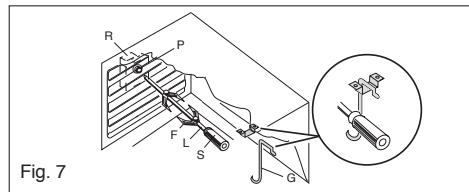

Fig. 7
- Enfiler le poulet ou la pièce à rôtir sur la broche L en prenant bien soin de l'immobiliser entre les deux fourches F et de bien l'équilibrer afin d'éviter des efforts inutiles au moto-réducteur R. (fig. 7).
- Mettre la broche sur le support G, après avoir introduit son extrémité opposée dans le trou P du moteur R (fig. 7). Engager la lèchefrite avec un peu d'eau au dessous de la broche. L'appareil est prévu pour faire fonctionner le grilloir à porte ouverte (fig. 5 A-B). Enfiler le déflecteur S dans les pivots de centrage N présents sur le côté supérieur de l'entrée du four (fig. 5 B). Fermer doucement la porte du four contre le déflecteur.
- Pour enlever la broche opérer de la façon contraire utilisant la manette A et un gant de protection en laine isolante (fig. 7).
Fig. 7 b